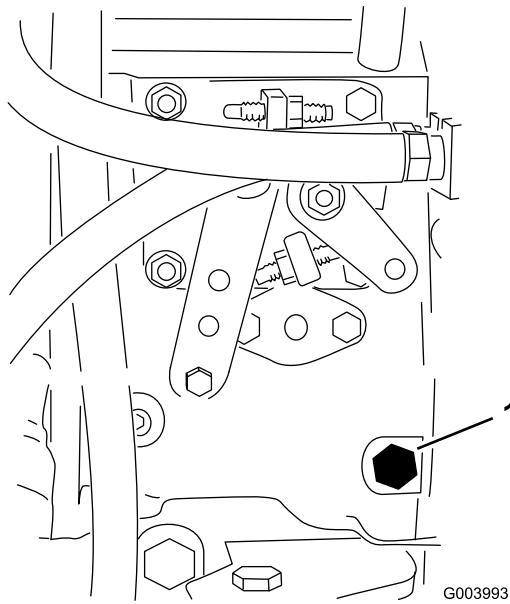

Figure 30
- Desserrez la vis de purge sur la pompe d'injection (Figure 30) à l'aide d'une clé de 12 mm.